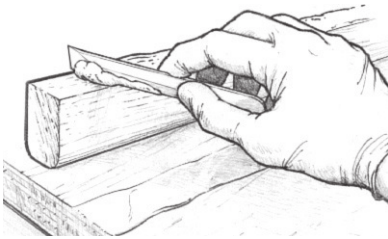

Figura 10 Aplique el epóxico espesado a una de las superficies de unión.
2. Aplique el epóxico espesado a una de las superficies de unión. Modifique la mezcla de resina / endurecedor agitando el relleno apropiado hasta que llegue a ser lo suficientemente gruesa como para cubrir cualquier espacio entre las superficies de acoplamiento y para prevenir juntas sin epóxico. Aplique suficiente cantidad de la mezcla a una de las superficies de modo que una pequeña cantidad se exprima cuando las superficies se unen con una fuerza equivalente a una empuñadura firme (Figura 10).